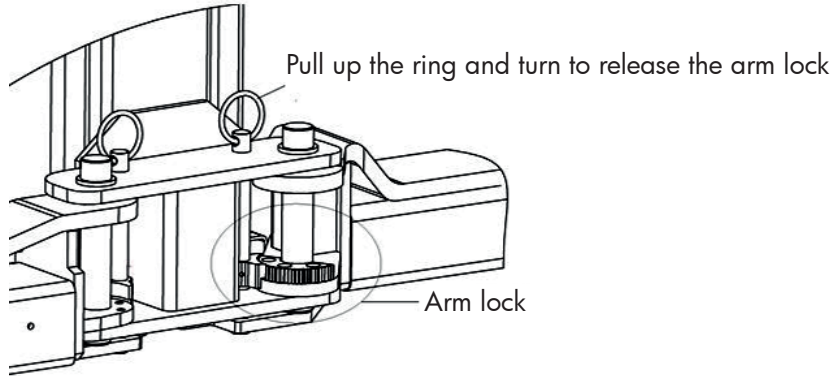

Fig. 10
9. Install lifting arms (**fig. 10**).